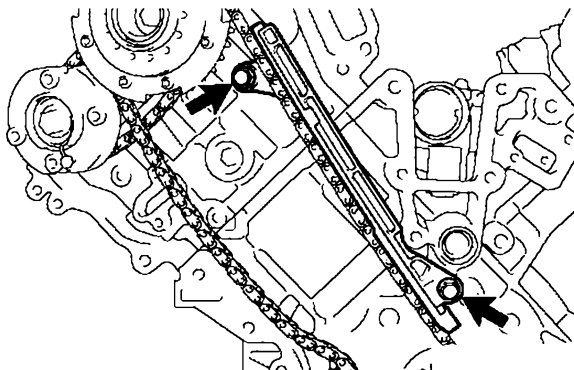

图 24-54 安装 1 号正时链条减振器
④ 把曲轴正时齿轮安装到曲轴上。
⑤ 把 1 号凸轮轴的定位销与凸轮轴正时齿轮上的定位销孔对齐。
⑥ 转动 2 号凸轮轴的六角部位,使 2 号凸轮轴定位销插入排气凸轮轴正时齿轮定位销孔。
⑦ 从 2 号正时链条张紧器上拆下销子。
3) 按照图 24-54 所示,安装 1 号正时链条减振器(气缸列 2)并将 2 个螺栓紧固至 $21\text{N} \cdot \text{m}$ 。